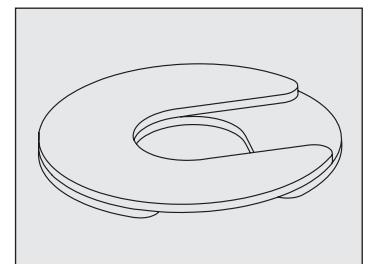

Fig. 10. Installare molteplici zeppe con scanalature equilibrate.
- Se è utilizzata più di una zeppa, assicurarsi che le scanalature delle zeppe siano equilibrate. Si veda la fig. 10
- **NON** utilizzare più di quattro (4) zeppe per rotella orientabile.